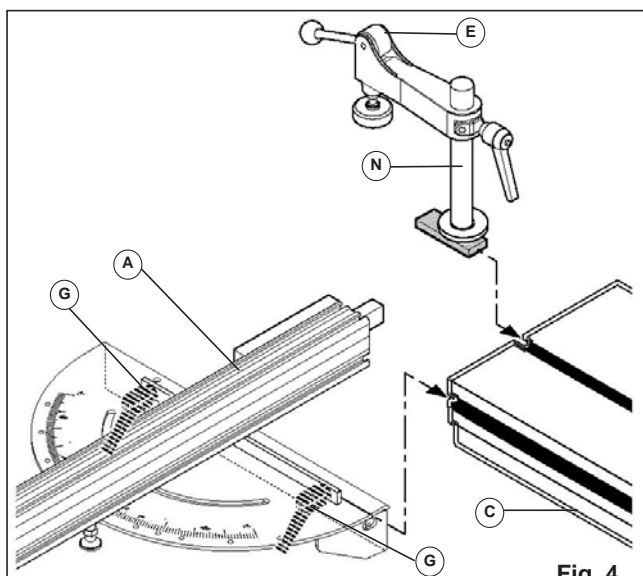

Fig. 4
- lossa på spakarna **G** (fig 4);